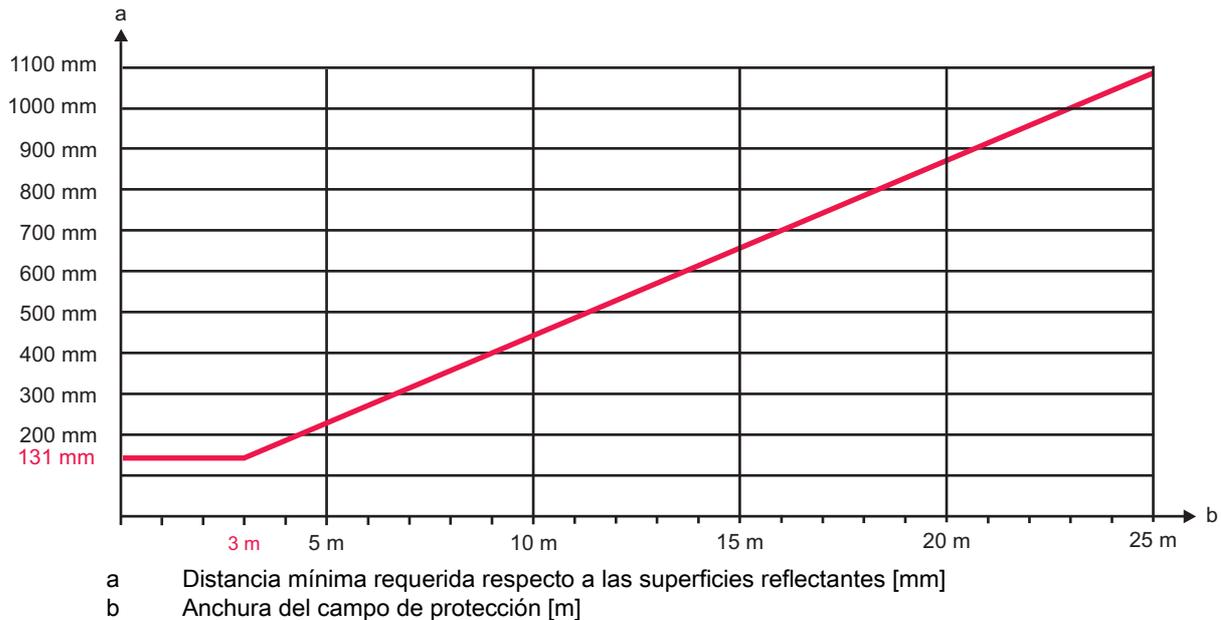

Figura 6.3: Distancia mínima respecto a las superficies reflectantes en función de la anchura del campo de protección
- ↳ Asegúrese de que todas las superficies reflectantes tienen la distancia mínima necesaria conforme a prEN IEC 61496-2 respecto al campo de protección (ver figura 6.3).